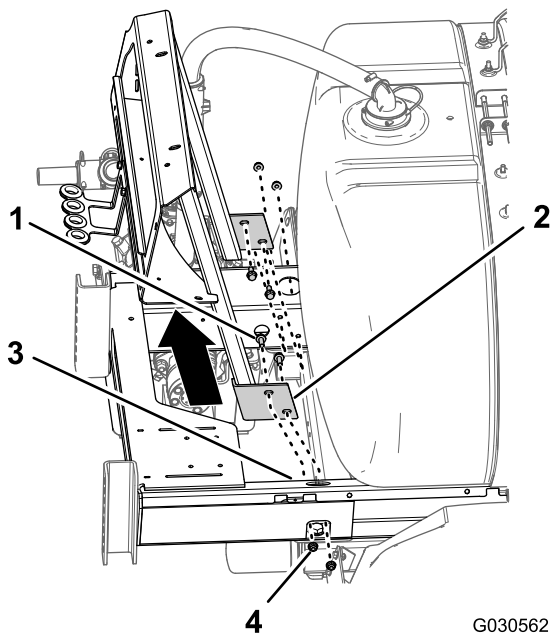

Рисунок 99
3. Отверните 4 болта с фланцевыми головками ($\frac{3}{8}$ x 1 дюйм) и 4 фланцевые контргайки ($\frac{3}{8}$ дюйма), которые крепят фланец крепления коллектора к раме шасси опрыскивателя, и снимите крепление коллектора с машины (Рисунок 99).